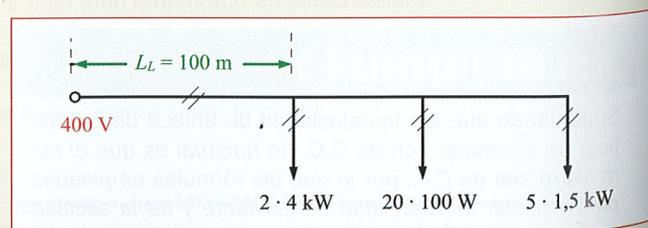

Figura 4.10.
4.12. La instalación de un pequeño taller se compone de los siguientes receptores: dos motores de C.C. de 4 kW cada uno, 20 puntos de luz de 100 W cada uno y cinco calefactores de 1,5 kW cada uno. La tensión de alimentación es de 400 V (Figura 4.10). Averigua la sección de los conductores de la línea general si esta se compone de un cable bipolar de PVC instalado bajo tubo empotrado en obra y se admite una caída de tensión máxima del 4 % de la de alimentación. La longitud de la línea es de 100 m.
El esquema de la Figura 4.10 es del tipo unifilar. El trazo representa a la línea y el número de conductores de esta se representa por unas rayitas cruzadas (como en nuestro caso la línea tiene dos conductores: //).